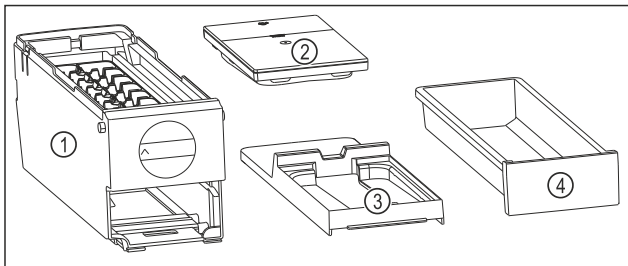

Fig. 173 Съставни части на EasyTwist-Ice
- EasyTwist-Ice е разглобен на четири части. (виж Fig. 173)
- ▶ Разглобявайте EasyTwist-Ice само на изобразените съставни части. (виж Fig. 173)
- ▶ Почистете корпуса на EasyTwist-Ice Fig. 173 (1) като едно цяло.